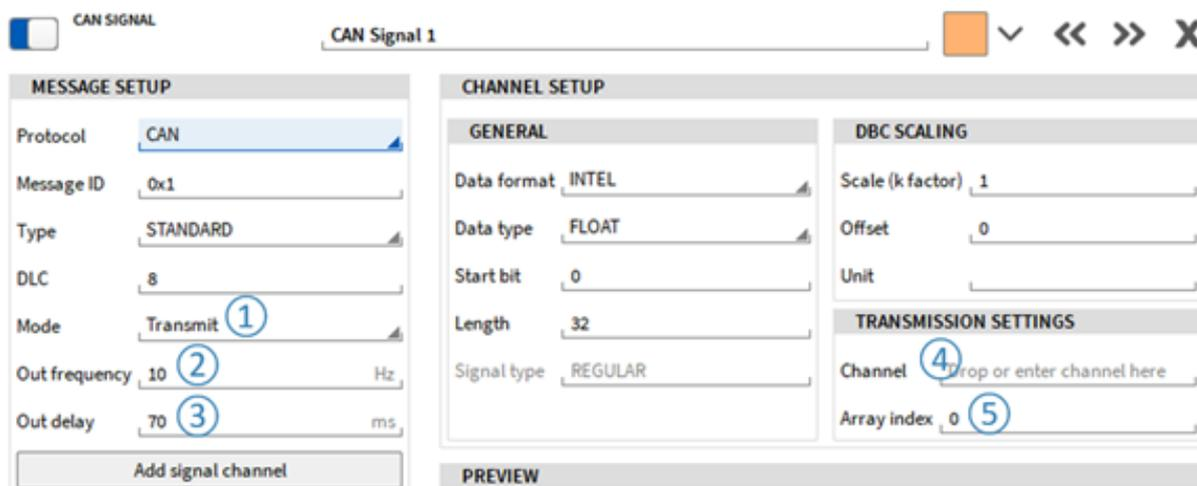
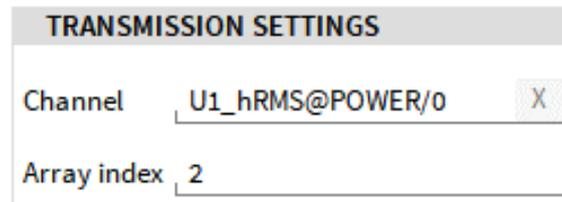

Abb. 7.212: Ausgabe von Arrayelementen über _CAN
Abb. 7.213: Ausgabe von Arrayelementen über CAN
Um OXYGEN-Daten über CAN zu übertragen, muss dazu der CAN-Nachrichtenmodus auf *Senden* eingestellt sein (siehe ① in Abb. 7.212).
Die Ausgangsrate kann zwischen 0,1 ... 100 Hz (siehe ② in Abb. 7.212) für jede Nachricht individuell definiert werden. Die Ausgangsverzögerung kann zwischen 1 ... 500 ms (siehe ③ in Abb. 7.212). Ein dedizierter OXYGEN skalarer Zeitbereichskanal (d.h. Analoges oder digitaler Eingang, Leistungswert wie Wirkleistung oder ein anderer CAN-Kanal) kann einem CAN-Signal zugewiesen werden, indem der Kanal gezogen oder sein Name in den *Channel*-Bereich der *Transmission Settings* eingegeben wird (siehe ④ in Abb. 7.212).
Es ist auch möglich, einzelne Elemente eines Array-Kanals (z. B. Harmonische aus einer Leistungsgruppe) über CAN auszugeben. Fügen Sie dazu den Array-Kanal in den Abschnitt Kanal (siehe ④ in Abb. 7.212) der Übertragungseinstellungen ein und geben Sie den Index der Array-Elemente, die ausgegeben werden sollen, in Array-Index ein (siehe ⑤ in Abb. 7.212). Als Beispiel: Wenn die zweite Oberschwingung eines Spannungskanals über CAN ausgegeben werden sollen, geben Sie den Namen des Oberschwingungskanals im Abschnitt Kanal ein, z.B. `U1_hRMS@POWER/0` und geben Sie den Index 1 im Abschnitt Array-Index ein (siehe Abb. 7.213).
Um die Reaktionsfähigkeit und die Signalqualität der übertragenen Daten zu optimieren, haben wir die *Ausgabeverzögerung* eingeführt (siehe ③ in Abb. 7.212). Dies ist die Zeit, in der die Daten vor dem Senden verzögert werden. Die folgenden Grafiken zeigen den Unterschied zwischen zwei einzelnen Einstellungen: